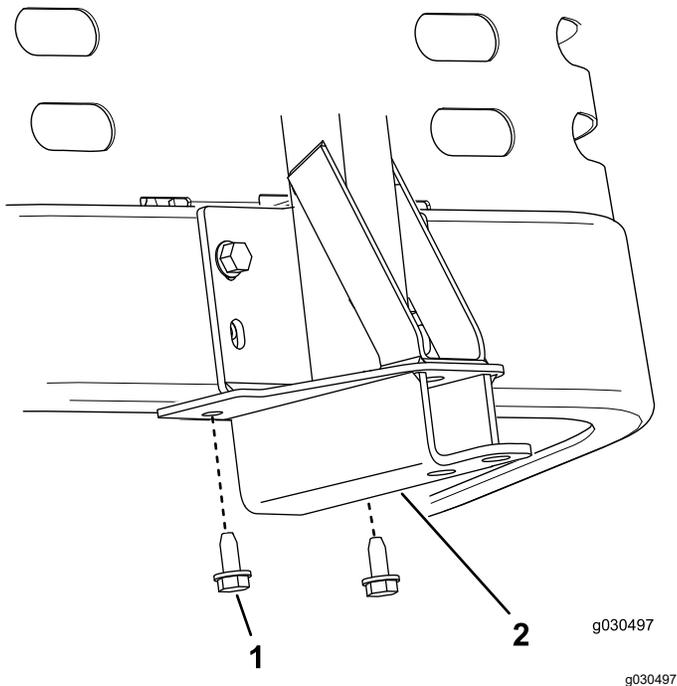

Figure 16
2. Fixez le cadre de pivot au bas du cadre de la machine avec 2 vis autotaraudeuses (5/16 x 3/4 po), comme montré à la Figure 16.